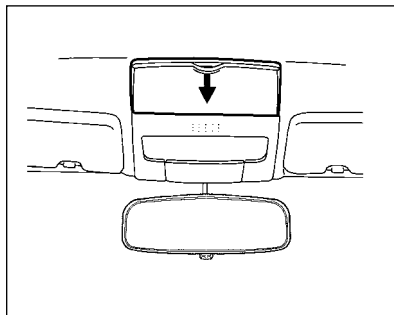

Рис. 21. Контейнер для хранения
**Контейнер для хранения** очков и мелких вещей (рис. 21) расположен над внутренним зеркалом заднего вида. Открывается контейнер путем нажатия на него вниз, закрывается – путем нажатия вверх, до фиксации.